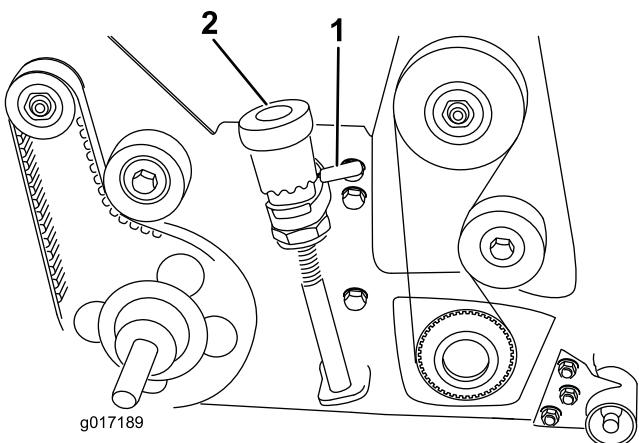
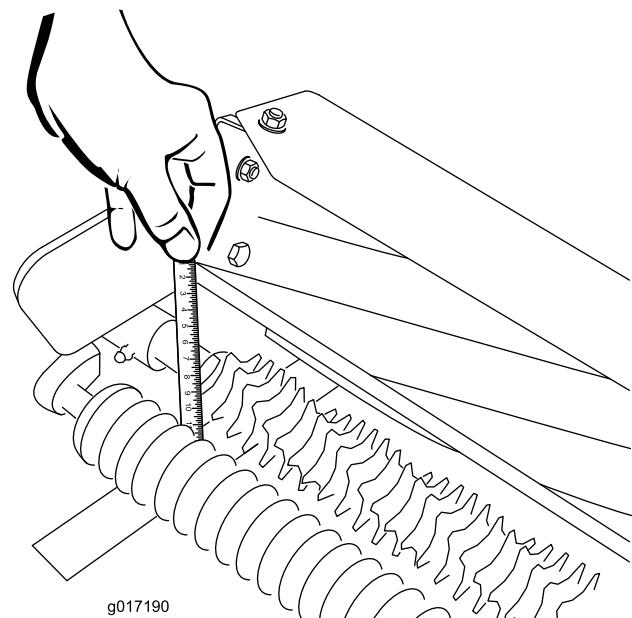

Figura 13
Figura 14
- Utilize as alavancas de libertação rápida (ambos os lados) para baixar o cilindro de aparar para a posição de aparar (Figura 13).
- Numa extremidade do eixo do aparador, meça a distância que vai da ponta da lâmina mais baixa do dispositivo até à superfície de funcionamento (Figura 14). Levante e rode o botão de micro ajuste (Figura 13) para subir ou baixar a ponta da lâmina. Cada pino do botão de micro ajuste é aproximadamente a 0,17 mm de profundidade do aparador.
Importante: Quando transportar a máquina, certifique-se de que levanta o cilindro de aparar para a posição de transporte (elevada). Para elevar o cilindro de aparar, rode as alavancas de libertação rápida direita e esquerda para que fiquem voltadas para trás (Figura 13). Para baixar o cilindro de aparar, rode as alavancas de libertação rápida para a frente.